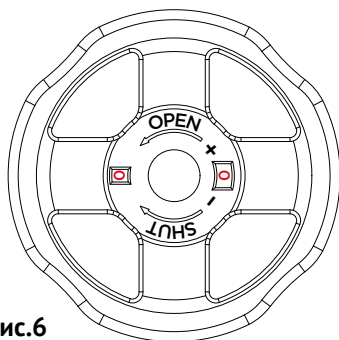

рис.6
- Полностью закройте клапан, значение индикатора показывает 0,0 (см. рис.6).